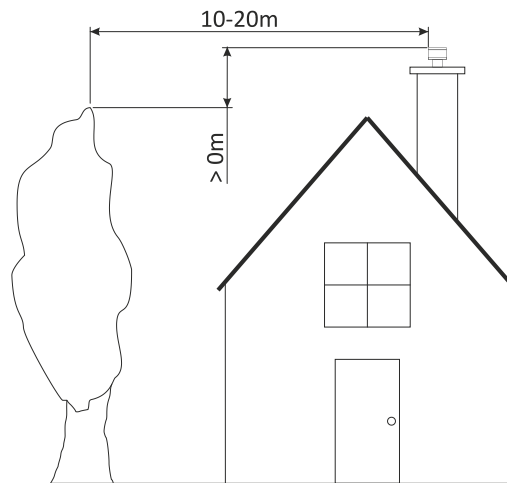

Figura 13
- La parte superiore del camino deve essere come minimo un metro al di sopra della parte più alta (vertice) del tetto. Questa esigenza può essere evitata nel caso di un tetto con pendenza superiore a 20°, se la terminazione del camino si trova a una distanza orizzontale al tetto superiore a 2,5 metri, come nella figura 13.